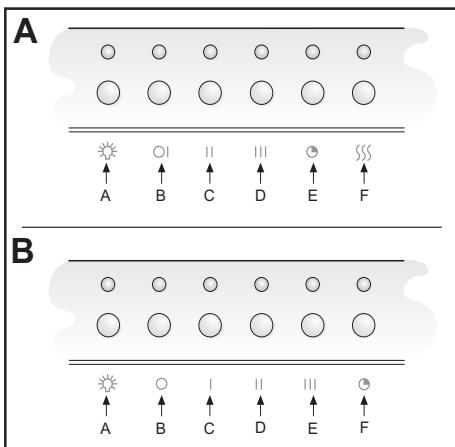
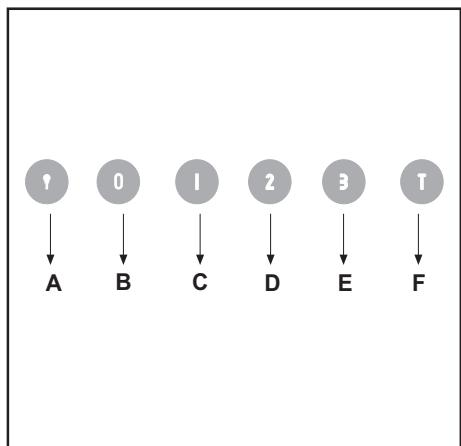

Fig.19
Fig.20
• **COMMANDES: ÉLECTRONIQUES (Fig. 19 A):**
• **COMMANDES: (Fig.20) Lumineux - (Fig. 19 B) ÉLECTRONIQUES** le symbole sont le suivant:
• **Saturation filtres anti-gras/charbon actif Fig.19B - Fig.20:**